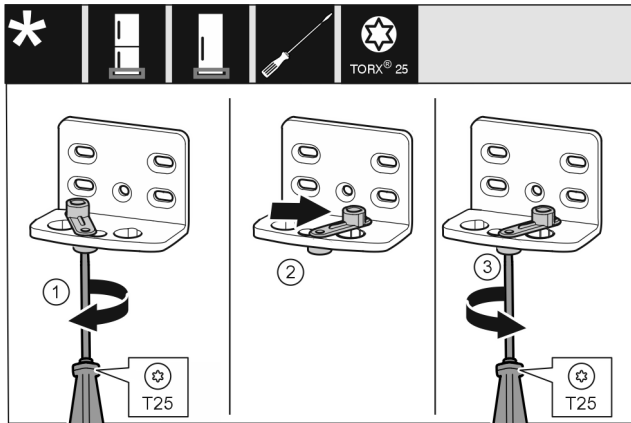

Fig. 23
- ▶ Skru løs skruen med skrutrekker T25. Fig. 23 (1)
- ▶ Løft dørlåshjelpen, og drei den 90° mot høyre inn i boringen. Fig. 23 (2)
- ▶ Stram skruen med skrutrekker T25. Fig. 23 (3)